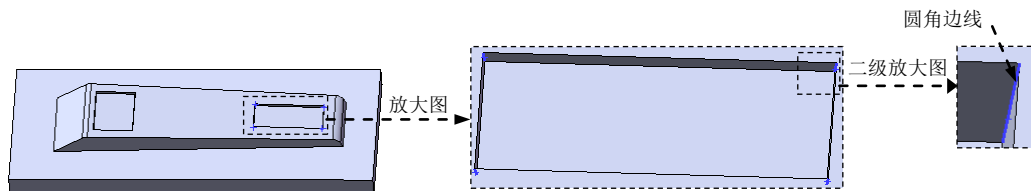

图 12.2.18 圆角边线
(2) 定义圆角类型。采用系统默认的圆角类型。
(3) 定义圆角对象。选取图 12.2.18 所示的边线为要圆角的对象。
(4) 定义圆角的半径。在 **圆角项目(P)** 区域的  文本框中输入圆角半径值 1.5, 选取 ☒ **切线延伸(E)** 复选框。
(5) 单击  按钮, 完成圆角 2 的创作。